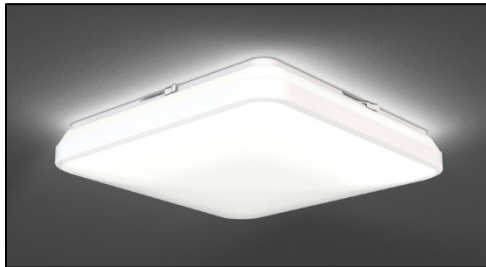

Figure 13
9. Allumez l'électricité au niveau du disjoncteur ou du fusible et vérifiez le succès de l'installation. (Voir figure 13).